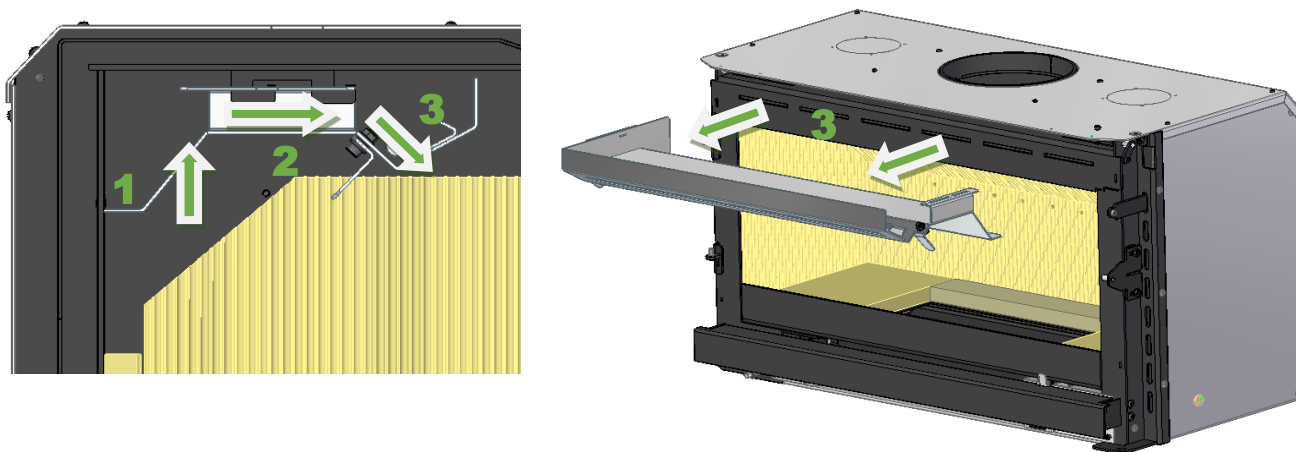

Figura 37 – Remoção do circuito de fumos
2. Remova o circuito de fumos (B) para isso empurre para a parte superior do recuperador (1). De seguida desloque o circuito de fumos para frente (2), este fica solto e extraia-o deslocando para baixo (3) Figura 37.